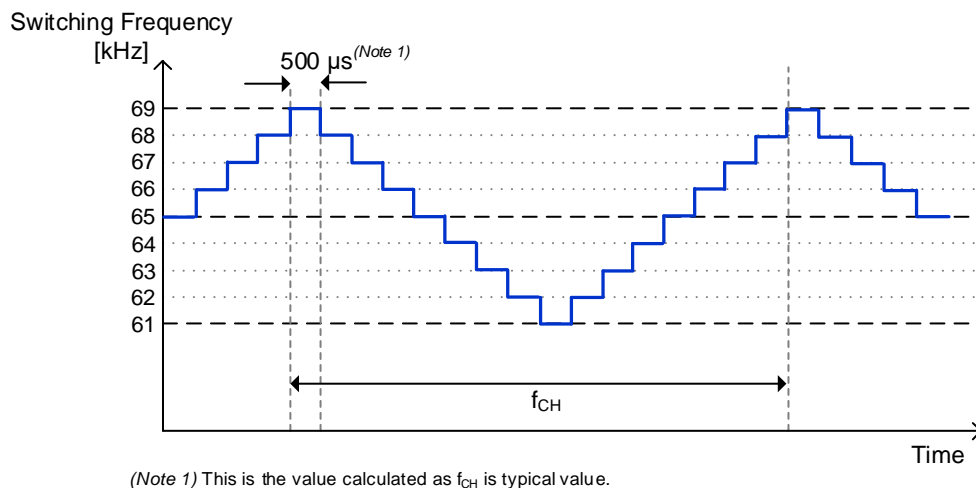

Figure 6. Frequency Hopping Function
- 内部発振器により、スイッチング周波数は f_{sw1} に固定されています。周波数ホッピング機能を内蔵しており、スイッチング周波数は Figure 6 に示すように変動します。ホッピング変動周期は f_{CH} です。